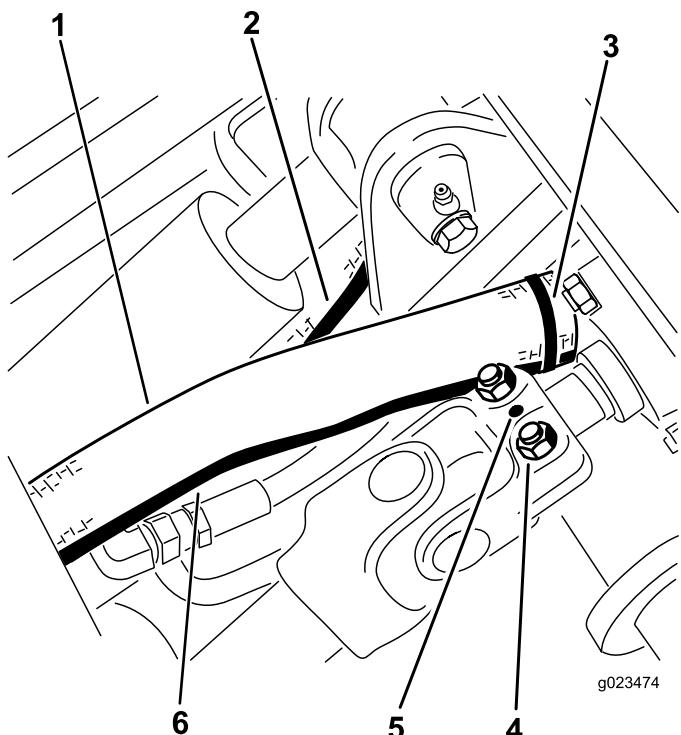

Figure 20
7. Posez la goupille cylindrique (Figure 20).